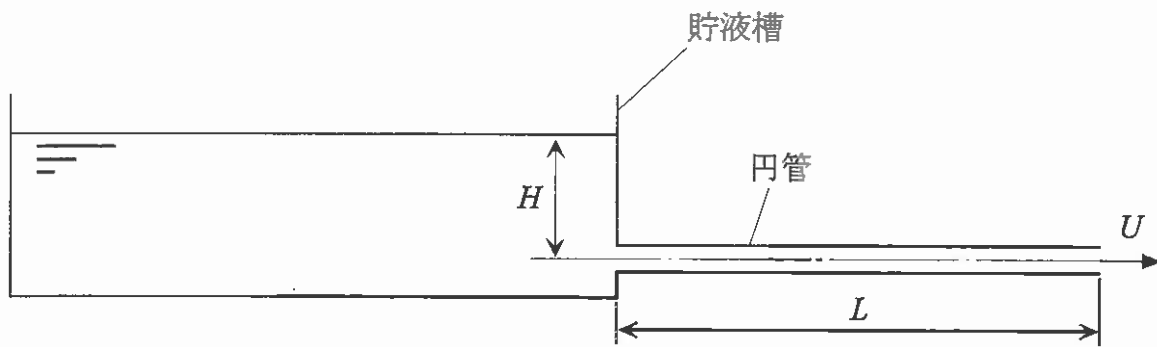

図2
- (9) 図2に示すように、上部が大気へ開放された貯液槽の側壁に上述の円管を水平に取り付けた場合を考える。このとき貯液槽内の液体は円管の右端から大気中に流出する。円管の長さを L 、管摩擦係数を λ 、入口損失係数を ζ とし、円管内の流れは十分に発達した層流と仮定する。貯液槽内の液面の表面積は大きく、円管の軸から貯液槽内の液面までの高さ H の減少が無視できる場合、円管の右端から流出する液体の円管出口における平均流速 U を示せ。ただし、重力加速度を g とする。
- (10) レイノルズ数が約 2300 を超えると、層流は乱流に遷移し、発生した渦による速度変動が原因となるせん断応力が生じ、層流に比べてせん断応力が大きくなる。乱流の速度変動によって生じるせん断応力の名称を答えよ。